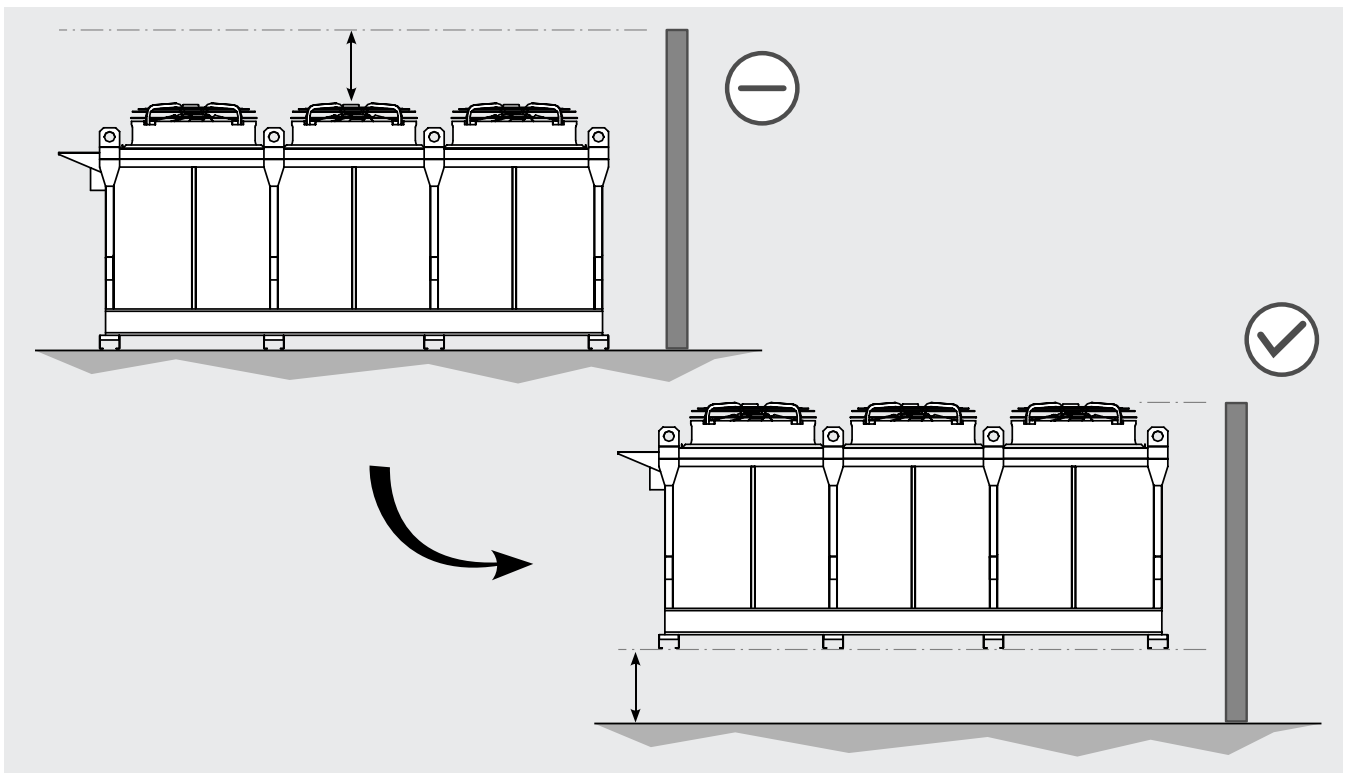

Abbildung 7
- 4.8 Bei Aufstellung in der Nähe eines Hindernisses (Mauer, Hecke, Windschutz usw.) das Modell möglichst so anheben, dass der Ventilatorauslass höher oder zumindest auf gleicher Höhe mit der Oberkante des Hindernisses liegt. Siehe Abbildung 7.